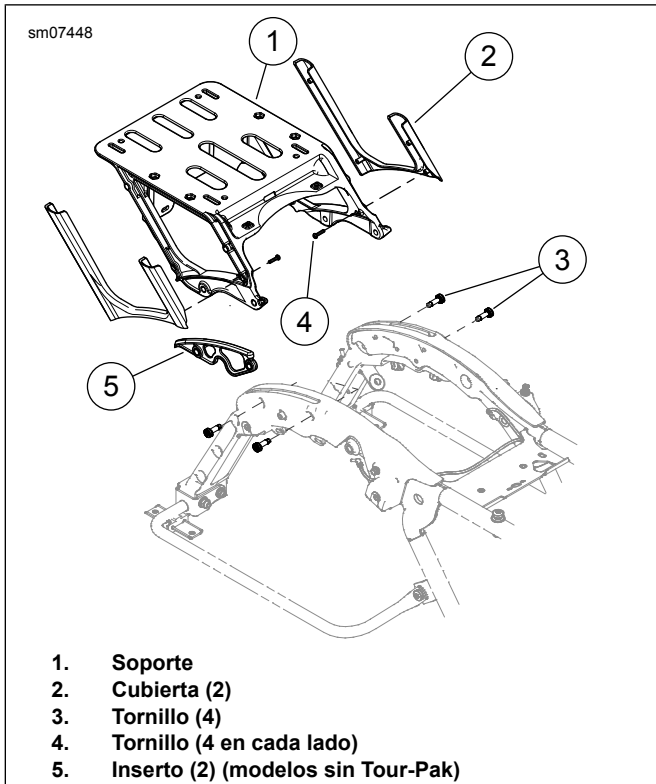

Figura 5. Soporte del Tour-Pak
- a. Vea Figura 5 . Extraiga los conectores del arnés de los anclajes del soporte (1).
- b. Extraiga los dos tornillos (3) de cada lado.